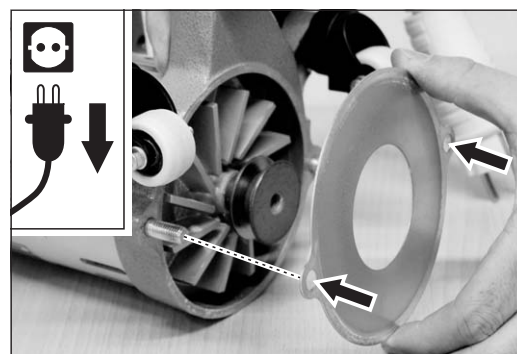

Abb. 60 Die Ventilatorabdeckung mit den beiden seitlichen Bohrungen über die Gewindestifte im Ventilatorgehäuse schieben.
- 8 Schieben Sie die Ventilatorabdeckung mit den beiden seitlichen Bohrungen über die Gewindestifte im Ventilatorgehäuse (Abb. 60).